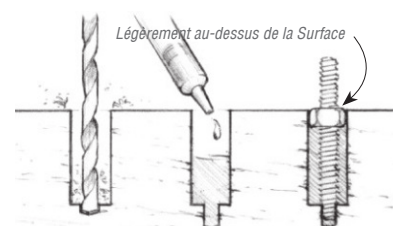

Figure 20 Collez les tiges ou les goujons filetés dans le substrat comme alternatif pour retirer le matériel facilement.
3. Mouillez la partie inférieure du goujon et insérez-le dans le trou rempli d'époxyde. Remplir le trou à ras le bord ou retire l'excès si nécessaire. Laissez l'époxyde durcir complètement avant d'attacher un matériel et serrer l'écrou (Figure 20).